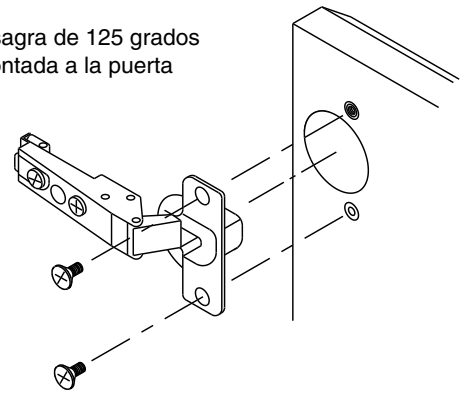

Fig. 7
1. Remove hinges and screws from hardware bag. Mount hinge unit on door as shown in Fig. 6 and Fig. 7 securing with screws provided.
1. Quite las bisagras y los tronillos de bolsos del hardware. Monte la unidad de la bisagra en puerta segun lo demostrado adentro Fig. 6 y Fig. 7 que asegura con los tornillos proporcionados.